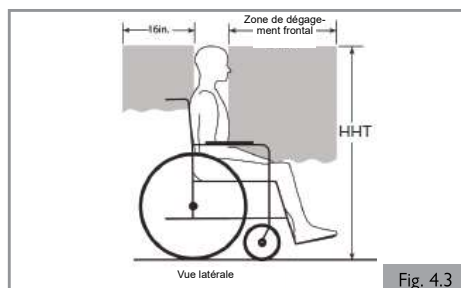

Fig. 4.3
4. La hauteur d'assise estimée du sol ou du plancher au sommet de la tête de l'occupant assis dans le fauteuil roulant est comprise entre environ 119 cm dans le cas d'une femme adulte de petite taille et environ 155 cm dans le cas d'un homme adulte de grande taille (Fig. 4.3).